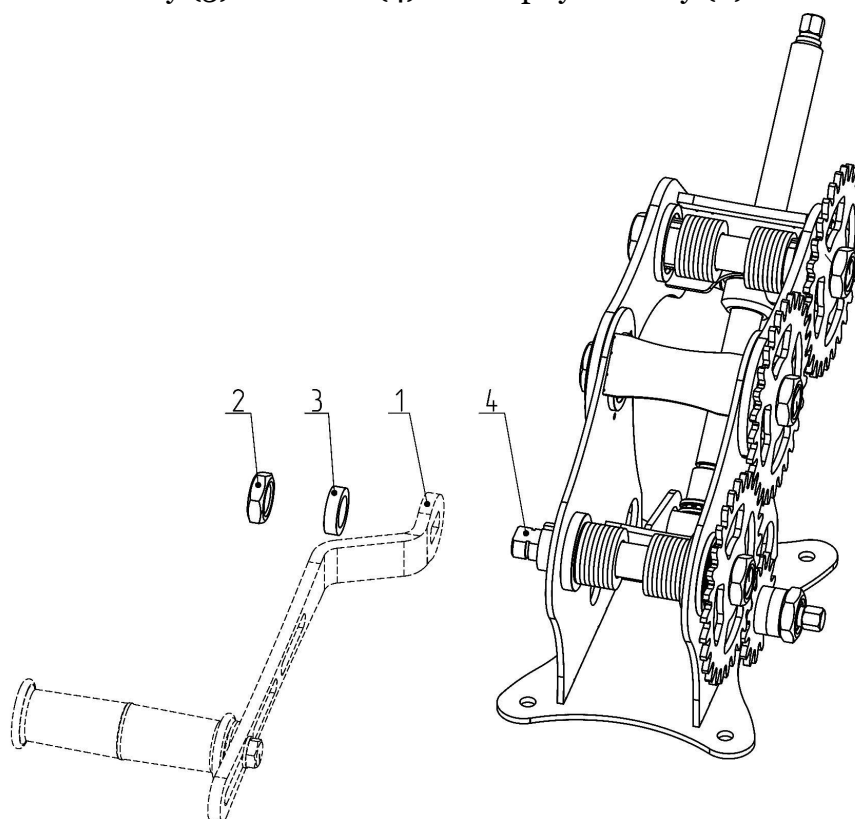

Рисунок 5 — Порядок смены рукояти на шайбу.
Приводная шестерня имеет шестигранник для вращения шуруповёртом или дрелью. Для работы шуруповёртом (дрелью) необходимо заменить рукоять (1) на шайбу (3), идущую в комплекте приводной шестерни (см. Рис. 5). При замене следует отвернуть гайку (2), снять рукоять (1), установить шайбу (3) на валок (4) и навернуть гайку (2).